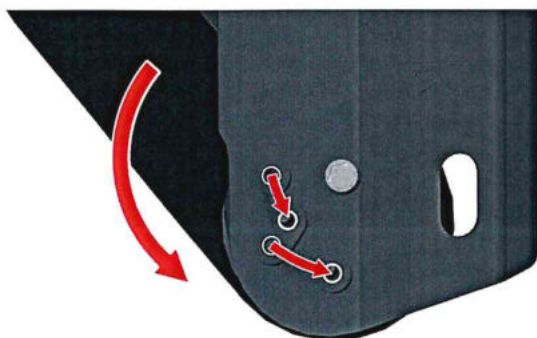

Abbildung 23: Andrückwalze verstellen
- Nun die Andrückwalze ausrichten (siehe Abbildung 23, Seite 16).